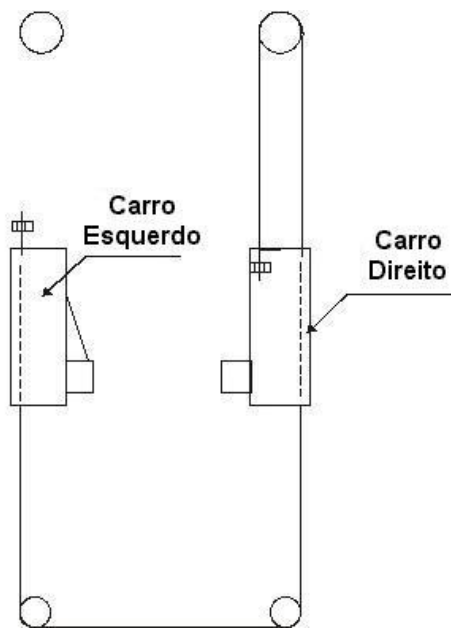

Figura 12
4. Posicione o segundo cabo de aço conforme a Figura 12, passando-o pelas outras duas roldanas inferiores. Passe-o pelo furo do carro e coloque as porcas na extremidade do cabo.